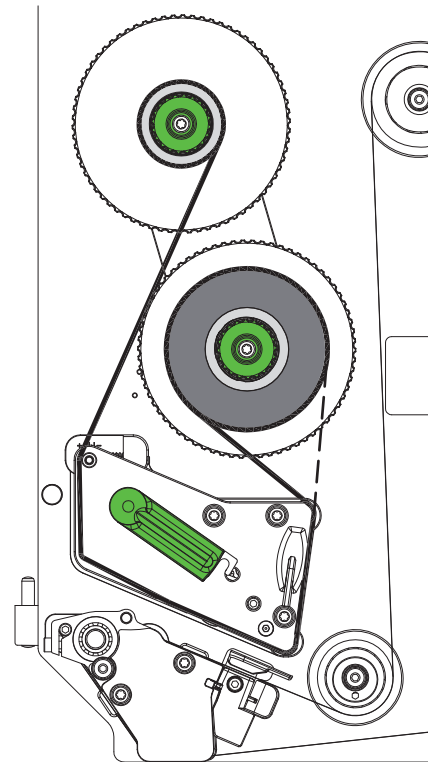

Figure 19 Passage du ruban transfert
2. Tourner le levier (6) dans le sens inverse des aiguilles d'une montre pour soulever la tête d'impression.
3. Pousser le rouleau de ruban transfert (3) jusqu'à la butée sur le dérouleur (4) afin que le côté encre du ruban ne soit pas en contact direct avec la tête d'impression.
4. Maintenir le dérouleur (4) et tourner le bouton de réglage (5) dans le sens inverse des aiguilles d'une montre jusqu'à ce que le rouleau soit fixé.
5. Pousser un mandrin (1) approprié sur l'enrouleur de ruban transfert (2) et le fixer de la même manière.
6. Guider le ruban transfert à travers le mécanisme d'impression comme décrit dans la Figure 19.
7. Fixer le début de ruban transfert avec une bande adhésive sur le mandrin (1). Respecter le sens de rotation de l'enrouleur de ruban transfert, à l'inverse des aiguilles d'une montre.
8. Tourner l'enrouleur (2) dans le sens inverse des aiguilles d'une montre pour lisser le ruban transfert.
9. Tourner le levier (6) dans le sens des aiguilles d'une montre pour verrouiller la tête d'impression.